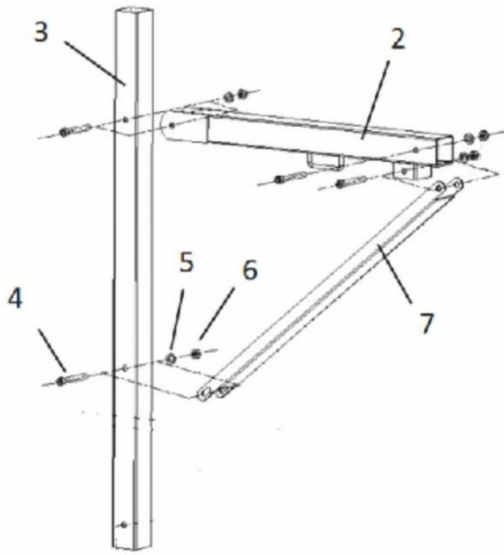

Abbildung 3
- A. Querstrebe (2) und Stützstrebe (7) mit drei Sätzen Bolzen (4), Unterlegscheibe (5) und Kontermutter (6) an der vertikalen Strebe (3) befestigen. Siehe Abbildung 3.